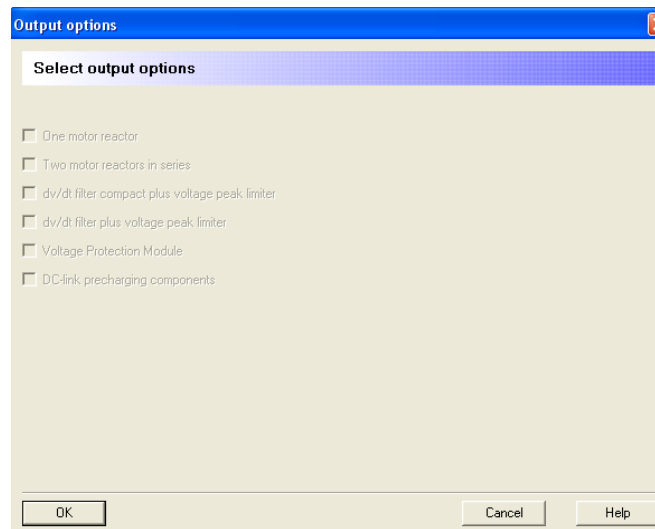

Figura 3.2.75 “Select output options”
- *Output options*: debido a las opciones anteriormente seleccionadas en esta ocasión no se podrá seleccionar ninguna de las opciones que aparecen en la ventana, como se muestra en la figura 3.2.75.